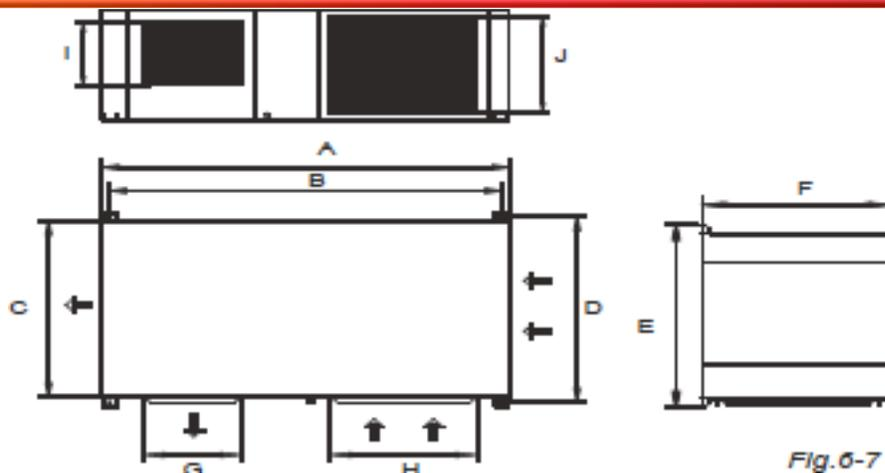
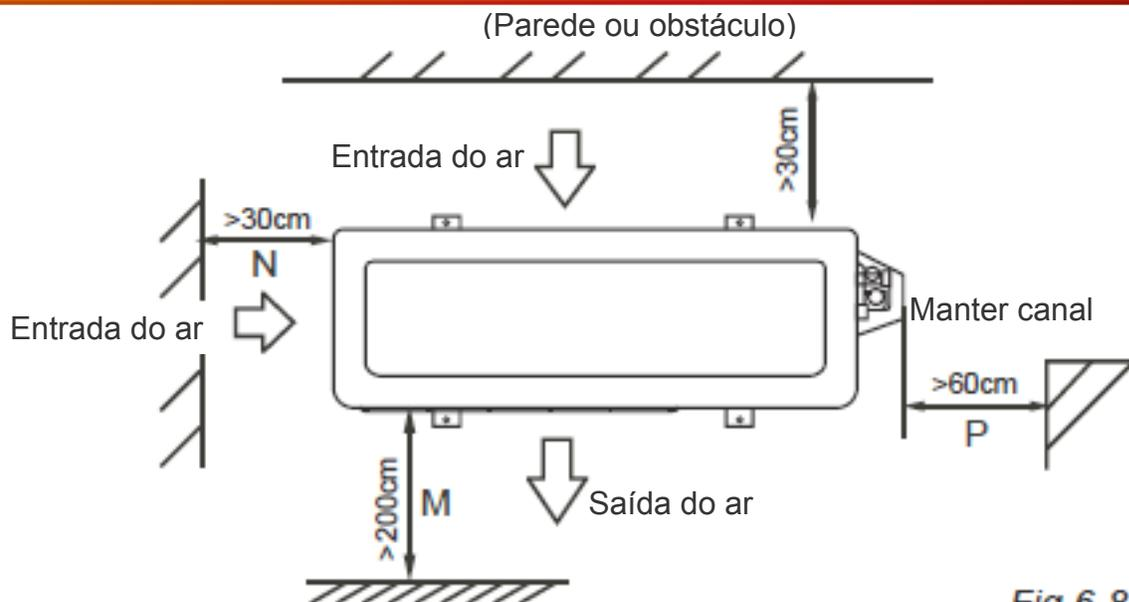

Fig. 6-7
Fig.6-8
- A distancia mínima entre a unidade ao ar livre e os obstáculos descritos no gráfico de instalação não significa que seja aplicável à uma situação num quarto hermético. Deixe aberta duas das três direções. (Refira-se às Fig. 6-7, Fig. 6-8, Fig. 6-9)